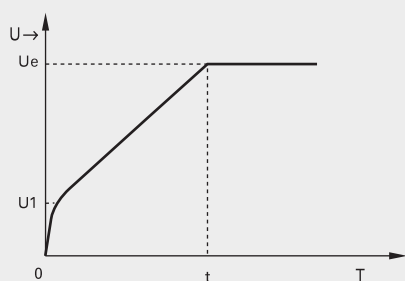

图 1
- 斜坡电压启动：一般用于对启动平稳性要求较高的场合，输出电压波形如图1。